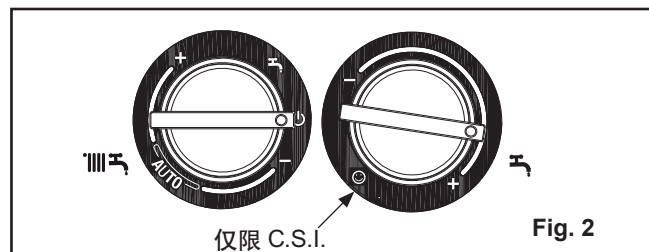
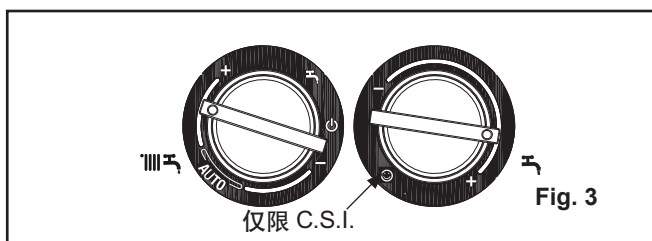

Fig. 2
Fig. 3
3. 模式选择旋钮放于待机 / 复位 (Fig.2)、冬季 (❄) (Fig.3) 或夏季 (☀) 模式 (Fig.4)
停机 / 复位模式 (Fig.2)
冬季模式 (Fig.3)
采暖水温度调节 (Fig.3)
复位重启 (Fig.2)
- 模式选择旋钮置于 OFF/RESET(Fig.2)。